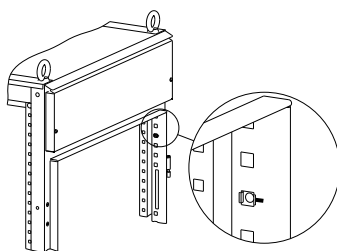

Рисунок 31
16.2 Уберите уголок вертикальный Рамы под панели ЛГ/ЛМА и вставьте в отмеченные отверстия кузовные гайки М6 (рисунок 31).